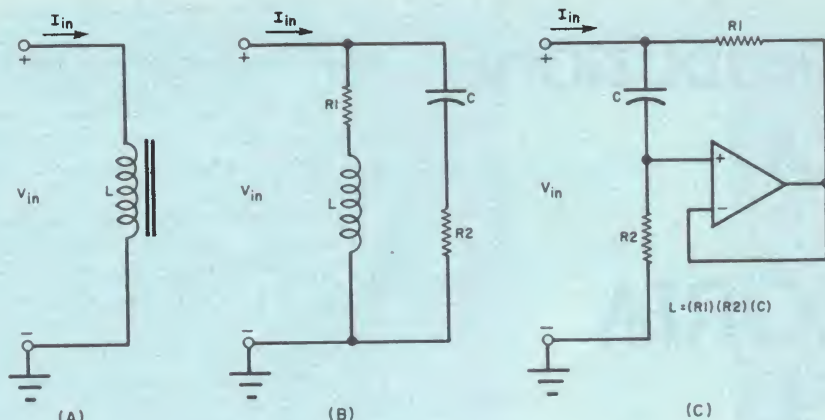

Fig. 1 - L'induttore con nucleo di ferro a) si può rappresentare come in b) e simulare usando il circuito giratore c).
Quanto detto vale per un induttore ideale; in pratica, invece, tutti gli induttori hanno una certa resistenza, capacità ed induttanza. Come illustrato nella *fig. 1-a* e nella *fig. 1-b*, un induttore con nucleo di ferro può essere considerato come un induttore con una resistenza ( $R_1$ ) in serie, e questa combinazione è in parallelo con una capacità ( $C$ ) ed una resistenza in serie ( $R_2$ ). Un induttore in aria (*fig. 2-a* e *fig. 2-b*) si comporta come un'induttanza con una resistenza ( $R_1$ ) in serie. In entrambi i casi " $L$ " è l'induttanza della bobina e  $R_1$  è la resistenza del filo con il quale è formata la bobina. L'induttore con nucleo di ferro contiene due elementi in più,  $R_2$  e  $C$ , che rappresentano le perdite nel nucleo. Con corrente continua, non vi sono perdite nel nucleo e di conseguenza la capacità  $C$  nel modello della *fig. 2* non consente circolazione di corrente attraverso  $R_2$ . Con l'aumentare della frequenza, aumentano le perdite nel nucleo; perciò, nel caso precedentemente citato, una corrente sempre maggiore scorre attraverso  $R_2$  a mano a mano che la reattanza del condensatore diminuisce.
che appare come un vero induttore. Per capire come ciò avviene, analizzeremo i modelli di induttori della fig. 1-b e della fig. 2-b in termini di "ammettenza di porto", tenendo presente che un "porto" è un punto attraverso il quale l'energia può entrare od uscire. Nel caso di un circuito elettrico, esso può consistere in un paio di terminali ai quali è collegato un elemento circuitale. Gli induttori e le relative versioni della fig. 1 e della fig. 2 sono porti e quando una sorgente di tensione è collegata ai loro capi, viene applicata al circuito una tensione d'entrata ( $V_{in}$ ) e scorre in esso una corrente d'entrata ( $I_{in}$ ).
Facendo riferimento alla fig. 1-b, si può vedere che i resistori  $R_1$  e  $R_2$  stabiliscono i limiti dell'impedenza di porto sia alle altissime sia alle bassissime frequenze. Alla corren-
**Analisi del giratore** - Applichiamo ora questi concetti ai circuiti del giratore (fig. 1-c e fig. 2-c). Come nei circuiti equivalenti,  $R_1$  rappresenta la resistenza ohmica del filo della bobina, mentre C e  $R_2$  rappresentano le perdite nel nucleo, le quali aumentano in relazione con la frequenza applicata. Nei due circuiti è stato tuttavia aggiunto qualcosa di nuovo: uno stadio di guadagno. A tale scopo può essere usato qualsiasi dispositivo attivo, ma nel caso in esame è stato scelto un amplificatore operazionale grazie alla sua semplicità, al suo alto guadagno, all'impedenza d'en-
Se si applica una tensione continua ai terminali d'entrata del circuito della *fig. 1-c*, il condensatore  $C$  non conduce e la tensione sull'entrata non invertitrice è zero. Anche l'uscita è a potenziale di massa e, poiché l'amplificatore operazionale ha un'altissima ammettenza d'uscita (bassa impedenza di uscita), si può affermare che  $R1$  è collegato in parallelo al porto; perciò  $I_{in}$  scorrerà solo attraverso  $R1$ . Questo è in accordo con il comportamento del circuito equivalente della *fig. 1-b*. Le ammettenze di porto sono massime in corrente continua, limitate solo dai valori dei resistori  $R1$  (ammesso che siano uguali).
A frequenza infinita, " $C$ " è un cortocircuito e quindi la tensione sull'entrata non invertitrice dell'amplificatore operazionale (ed anche quella d'uscita) è uguale a  $V_{in}$ . Poiché non vi è nessuna caduta di tensione ai capi di  $R1$ , questo resistore è praticamente staccato dal circuito. L'unico percorso di ammettenza è attraverso  $R2$  verso massa, lo stesso comportamento che si è notato nel circuito equivalente (*fig. 1-b*).
Con l'aggiunta di due resistori, si può simulare un induttore in aria. Le bobine in aria non hanno essenzialmente perdite di nucleo e quindi, nei loro circuiti equivalenti, non hanno una resistenza in parallelo. Per questa ragione, nel giratore della *fig. 2-c* vengono usati due resistori in più per stabilire il guadagno dell'amplificatore operazionale; se i loro valori sono correttamente scelti, essi forniscono un guadagno sufficiente per compensare le perdite di  $R2$  alle frequenze alte. Ma il guadagno deve essere scelto con attenzione, altrimenti il circuito potrebbe oscillare. Se  $R3$  è uguale a  $R1$  e  $R4$  è uguale a  $R2$ , il circuito sarà stabile e non presenterà resistenza in parallelo. In pratica, tuttavia, si guadagna poco rispetto al circuito della *fig. 1-c*, fintanto che il rapporto  $R2/R1$  è almeno da 90 a 100, perché gli effetti della resistenza di parallelo sono trascurabili nella maggior parte delle applicazioni audio che si incontrano comunemente.